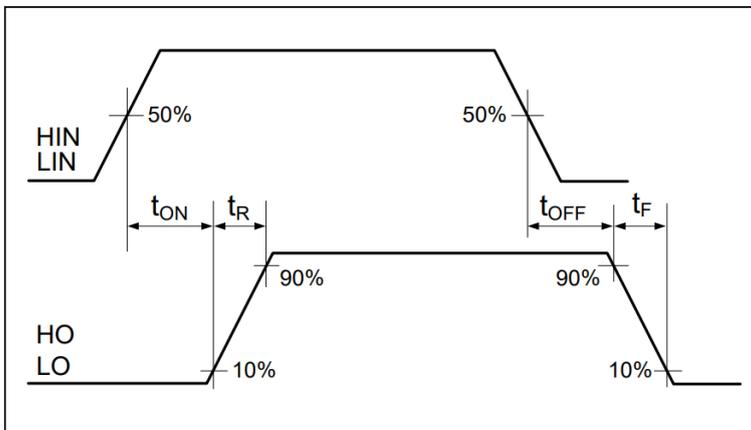
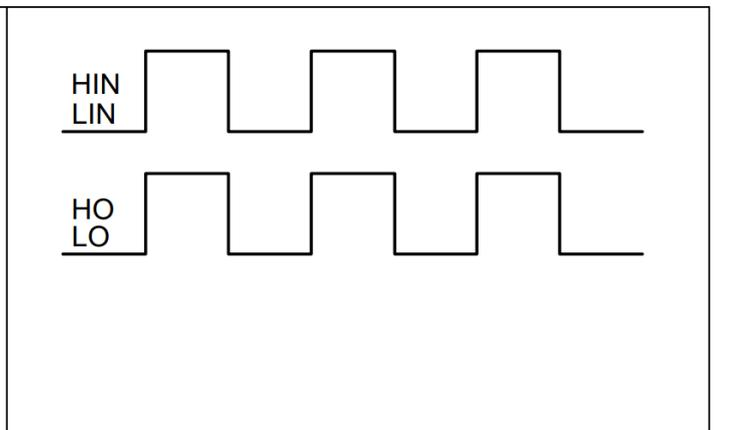

Figure 6 Switching timing diagram
Figure 7 Input/output logic diagram
2ED2106 (4) S06F (J)的输入和输出信号之间的关系如下图6和 图 7 所示。从这些图中，我们可以看到与该器件相关的几个时序参数（即 $t_{ON}$ 、 $t_{OFF}$ 、 $t_R$ 和 $t_F$ ）的定义。